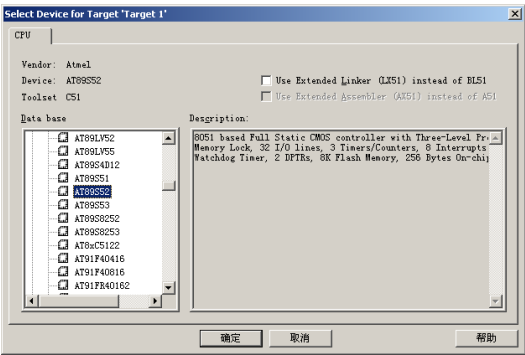

图 33-10 选择单片机 AT89S52
- (1) 首先打开 μ Vision3，在 μ Vision3 中，选择“Project”→“New”→“ μ Vision Project”命令，新建一个工程，并保存。
- (2) 在弹出的选择器件对话框中选择 Atmel 公司的 AT89S52，如图 33-10 所示。